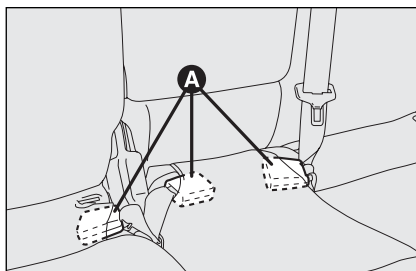

fig. 99
- ☐ en las versiones con asiento trasero deslizante, ponga las hebillas de los cinturones de seguridad en los alojamientos **A**-fig. 99 ubicados en el forro del cojín;